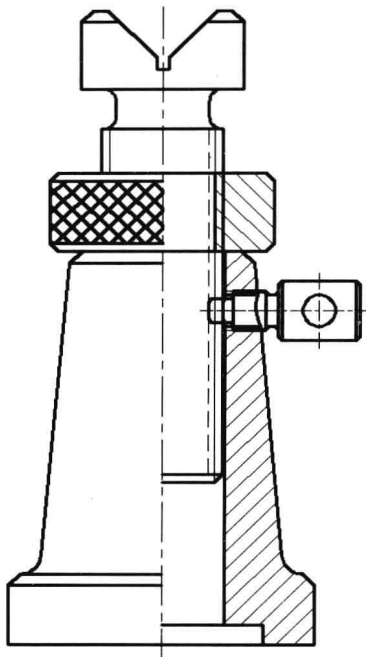

图 6-6-6
(7) 在“修改”面板中, 单击“修剪”按钮, 单击螺母顶端边线作为修剪边界线, 按Enter键, 单击螺杆左侧多余的线段, 按Enter键。选择螺杆左侧底部左侧多余线段, 按Delete键, 删除多段线段后, 效果如图6-6-6所示。
(8) 用同样的方法删除螺母右侧的填充图案和多余的填充边界线。